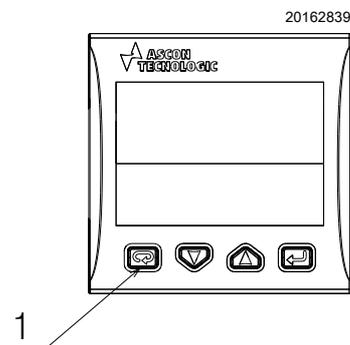

图 164
燃烧器配有温度控制装置 24) (图 3 第 9 页，图 164)，通过热电偶监测燃烧头内的温度，防止燃烧头损坏。
- 按温度控制按钮 1) (图 164)，复位；